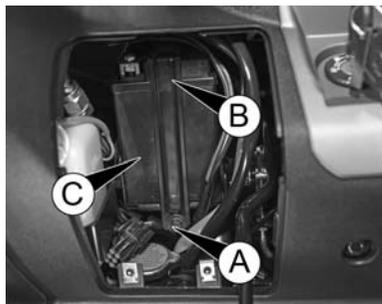

fig. 9
- dévissez la vis A fig. 9 et déposez l'étrier B, puis sortez la batterie C